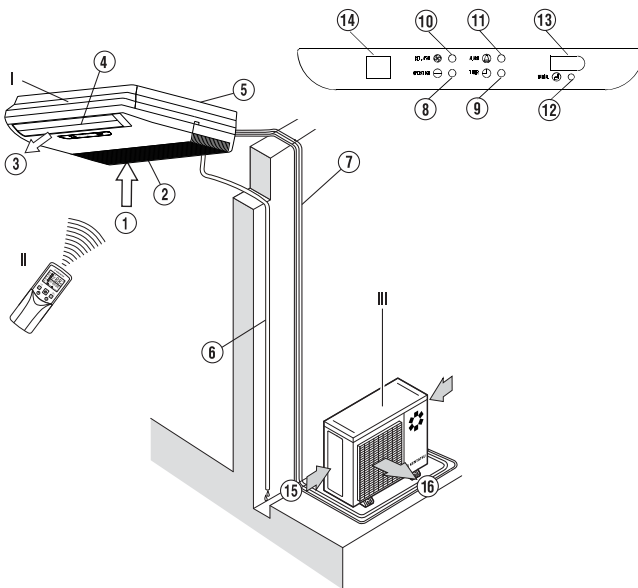

Рис. 1
- На рис.1 схематично изображен кондиционер для пояснения проводимых с ним работ. Его реальный внешний вид может незначительно отличаться.